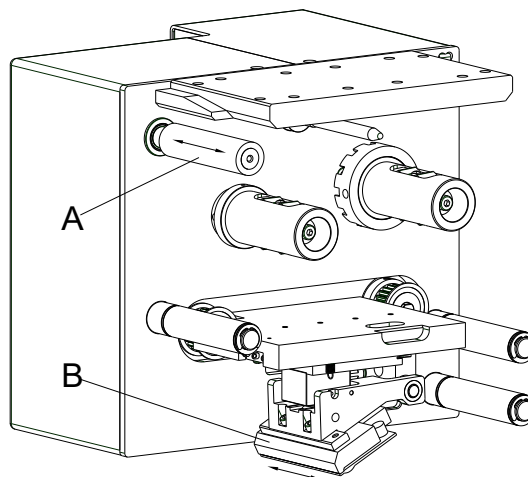

Figura 19
2. Limpie la superficie del cabezal de impresión (B, Figura 19) en sentido contrario a las agujas del reloj para levantar el cabezal de impresión.